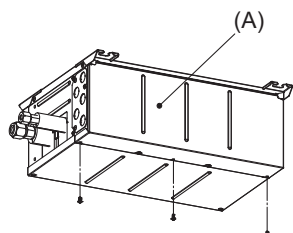

Fig. 8-1
- 1) Retire la cubierta eléctrica. (Fig. 8-1)